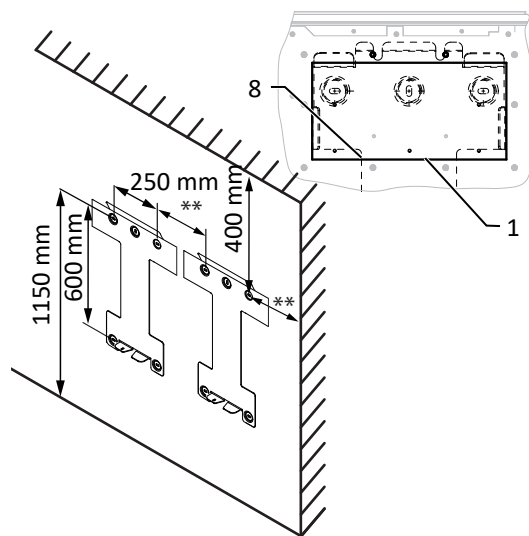

Abb. 14: Wandmontage
- Mindestabstände bei der Montage: [Siehe Abbildung 14 ► Seite 21]
2. Gerät über die Gehäuseaussparung auf der Geräterückseite in die Halterung einhängen ([Siehe Abbildung 14 [▶ Seite 21]]).